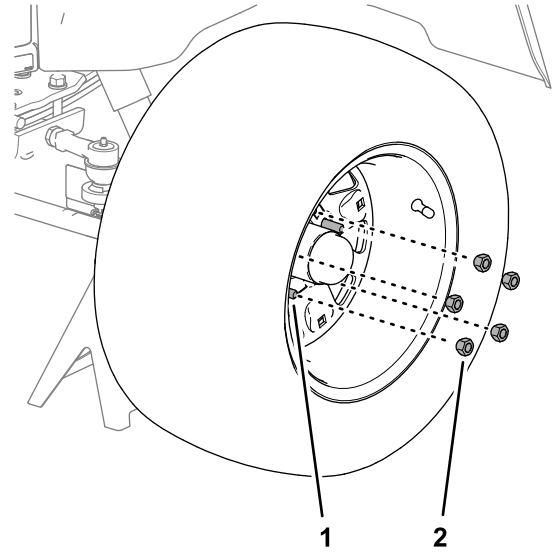

Figura 20
1. Alinee los orificios de la rueda con los espárragos del cubo de la rueda (Figura 20).